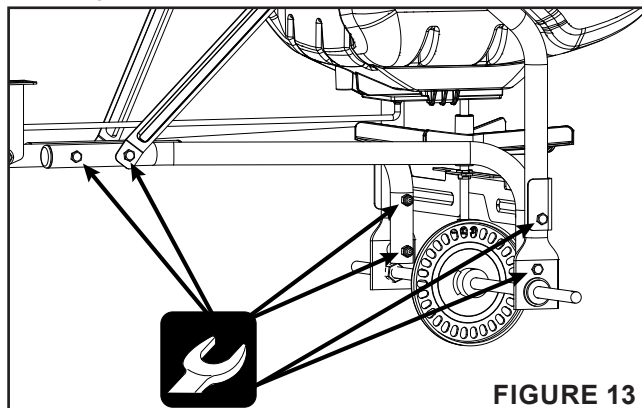

FIGURE 13
1. Alignez les attelles de trémie (5) avec le trou inférieur dans l'ensemble supérieur des trous sur les tubes de trémie (8).
2. Fixez les supports de la trémie (5) aux tubes de la trémie à l'aide de deux boulons hexagonaux de 1/4 po x 1-3/4 po (D), de rondelles de 1/4 po (L), de rondelles en nylon (N) et d'écrous autofreinés de 1/4 po (M).
Étape 13: (Voir la figure 13)